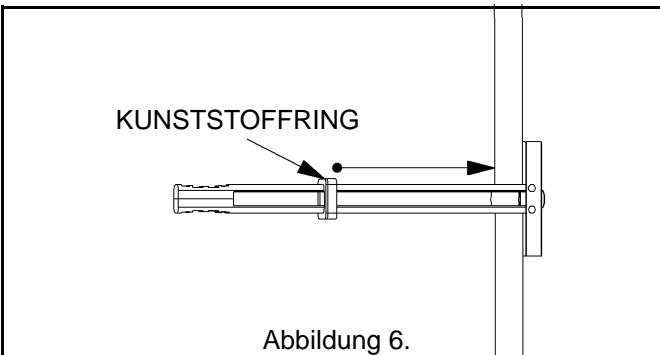

Abbildung 6.
4. Den Kunststoffring des Ankers zur Wandoberfläche verschieben (siehe Abbildung 6).